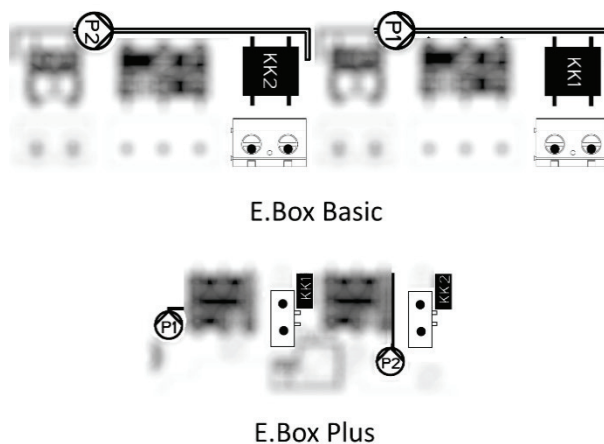

Figura 33: Intrări protecție termică KK
**Protecție termică Motoare:** E.box posedă o intrare pentru protecția termică a oricărui motor. Dacă motorul utilizat este prevăzut cu protecție termică, se poate conecta această protecție la bornele KK. Dacă protecția nu este prezentă în motor bornele trebuie să fie conectate cu punți. Pentru poziția bornelor a se vedea Figura 33.